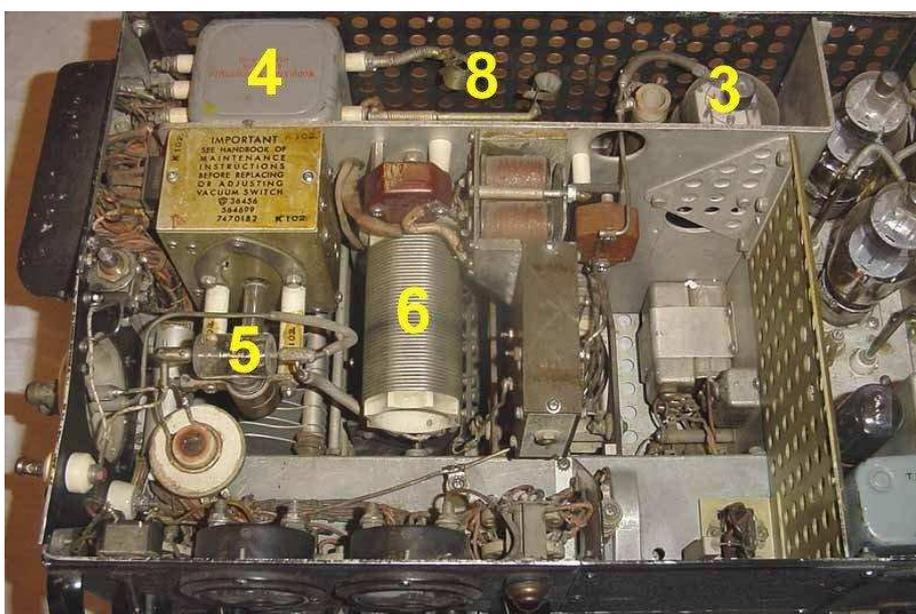

Figure 2.4 – Compartiment ART-13 HF et modulateur
La tension est appliquée à l'écran du tube uniquement lorsque l'émetteur est en mode émission. L'étage amplificateur de puissance est modulé à la fois par la plaque et l'écran au moyen de deux enroulements secondaires séparés du transformateur de modulation (voir élément 4 de la figure 2.4). L'enroulement de la plaque est court-circuité par un relais K103 lors du fonctionnement en CW.
Le circuit plaque de l'amplificateur de puissance HF est connectée à l'antenne via le circuit HF de sortie et le contact du relais sous vide S116 (voir élément 5 sur la figure 2.4). Le circuit HF selon la configuration (soit un circuit en L, soit un circuit en Pi) dépend du réglage de CONTROL C (voir § 2.3), qui actionne les commutateurs S113A ... S113H. On rappelle encore une fois que l'indicateur de position CONTROL C doit être réglé avec précision sur l'un des triangles marqués sur le jupe de bouton (sinon la transmission est désactivée par l'interrupteur S113D).
- l'inductance série est constituée d'un variomètre (actionné par CONTROL D) en série avec une self fixe (L112) et par une self à prises multiples (L113, voir élément 6 de la figure 2.4) ayant une inductance maximale lorsque CONTROL C est en position 1 et une inductance nulle (c'est à dire court-circuitée) lorsque CONTROL C est en position 7. La commutation des prises est effectuée par S113C ;
- L'amplificateur de puissance audio (voir élément 8 de la figure 2.4) : il se compose d'un push-pull de triodes de type 811A fonctionnant en classe B. Les tubes ont une polarisation fixe produite par le câblage spécial adopté pour le chauffage des filaments, donnant un courant de repos très faible (et donc sûr). Quand un signal audio est présent (microphone ou écoute locale), le courant de plaque augmente à mesure comme indiqué par l'appareil de mesure de courant à plaque, qui montre la somme des courants de l'amplificateur de puissance HF et celui de l'amplificateur de puissance audio. Les tubes de l'amplificateur de puissance audio sont uniquement alimentés en mode VOICE et MCW.